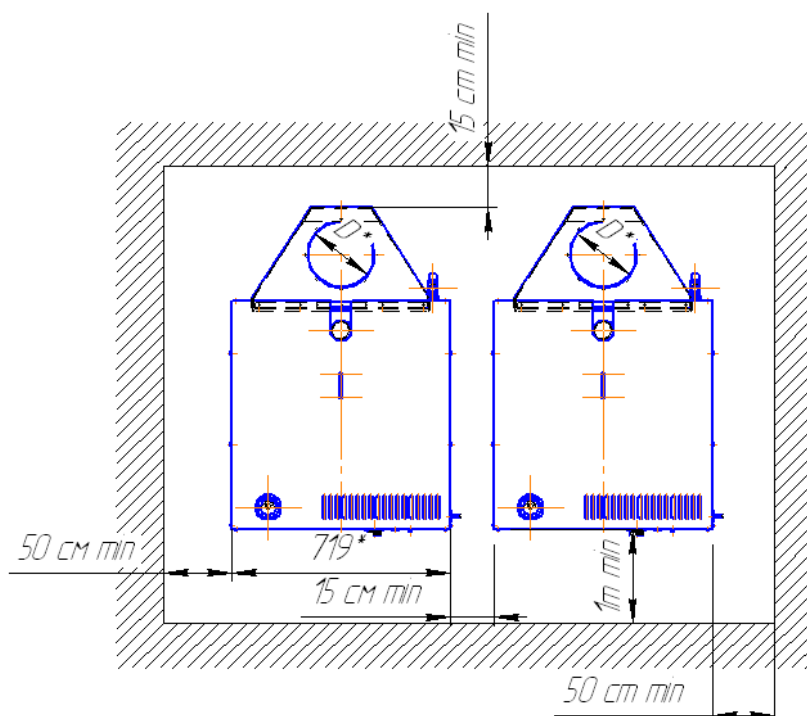

Рис.3
5.5 Котёл (котлы) устанавливаются в помещении с обязательным обеспечением необходимых для обслуживания и ремонта расстояний в соответствии с рис. 3 (вид сверху).